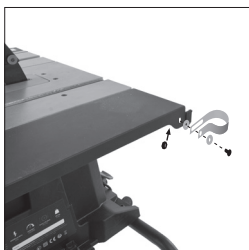

Fig. 24
- Una la abrazadera de manguera de extracción de polvo a la parte trasera de la extensión de mesa derecha (RH) usando las fijaciones etiquetadas como **F**, **H** y **M** (**Fig. 24**).